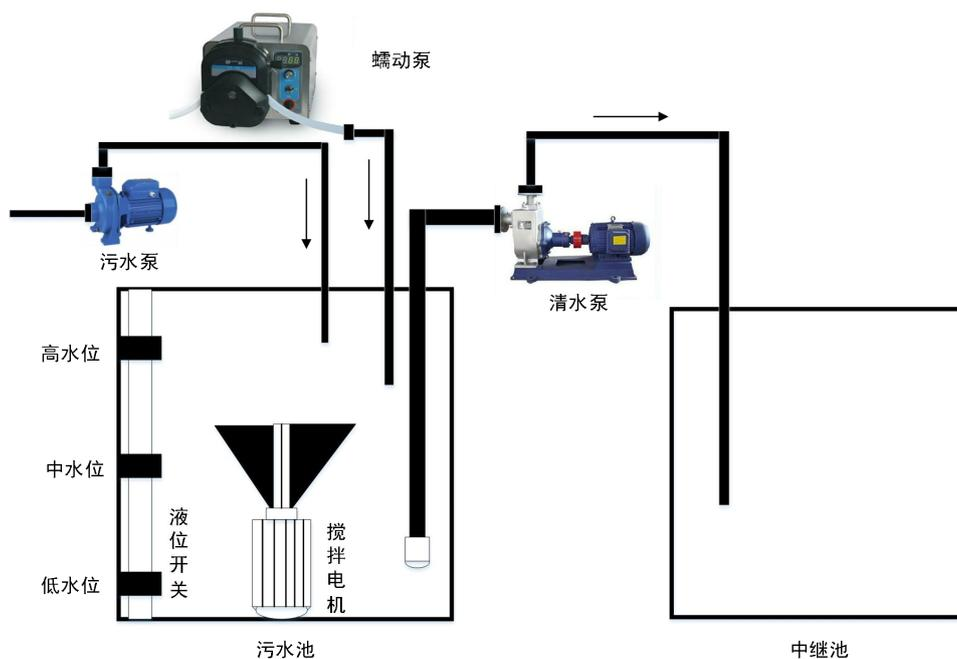

图 1 污水处理设备的系统原理
某污水处理厂采用成套的污水处理设备，它由污水池、中继池、搅拌电机、污水泵、蠕动泵、清水泵等组成，其结构如图 1 所示。本题用于实现污水池的控制，其设备的各部分功能如下：
2. 根据图 1 进行一次回路安装(注:步进电机控制部分中的脉冲发生器,由 PLC 程序设计完成)。